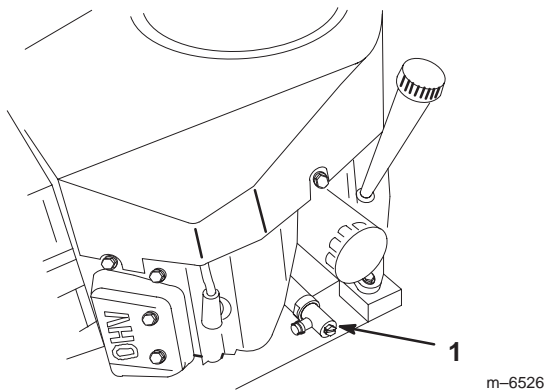

Bild 28
3. Stellen Sie eine Auffangwanne unter die Ölablassschraube. Öffnen Sie das Ventil entweder mit einem Flachsraubenschlüssel oder einem 10 mm Schlüssel (Bild 28).
4. Drehen Sie das Ventilende entgegen dem Uhrzeigersinn, um das Ventil zu öffnen (Bild 28).
5. Drehen Sie nach dem kompletten Abfließen des Öls das Ablassventil im Uhrzeigersinn, um es zu schließen (Bild 28).